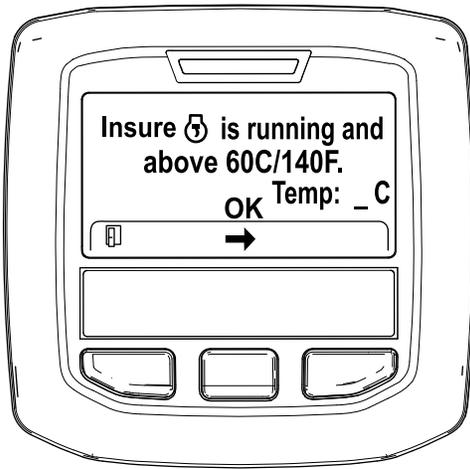

Bild 47
5. Wenn die Kühlmitteltemperatur unter 60°C liegt, wird die Meldung „Insure  is running and above 60C/140F“ angezeigt (Bild 47).